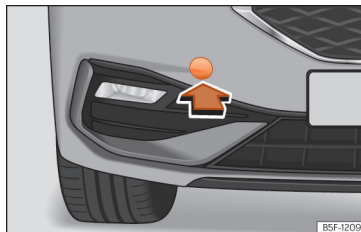

Abb. 211 Auf der rechten Seite des vorderen Stoßfängers: Abdeckung entfernen.
Die Aufnahmen für die einschraubbare Abschleppöse befindet sich im Stoßfänger vorn rechts hinter einer Abdeckung »» (Abb. 211).
- Drücken Sie die Abdeckung im unteren Bereich heraus und lassen Sie sie am Fahrzeug hängen »» (Abb. 211).